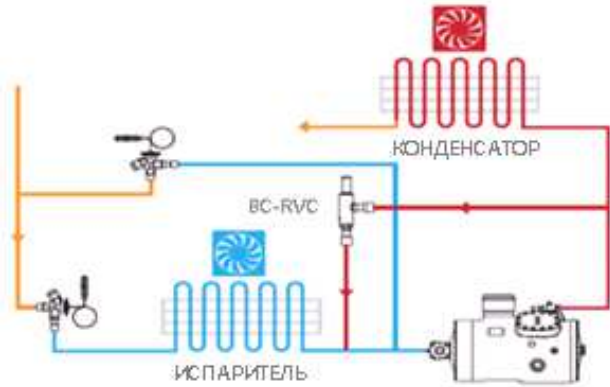

Рис. 1
- на линии всасывания. В этом случае во избежание перегрева компрессора требуется установить жидкостной клапан впрыска (пароохладитель TEV), который охлаждает горячий газ на линии всасывания (рис.1);